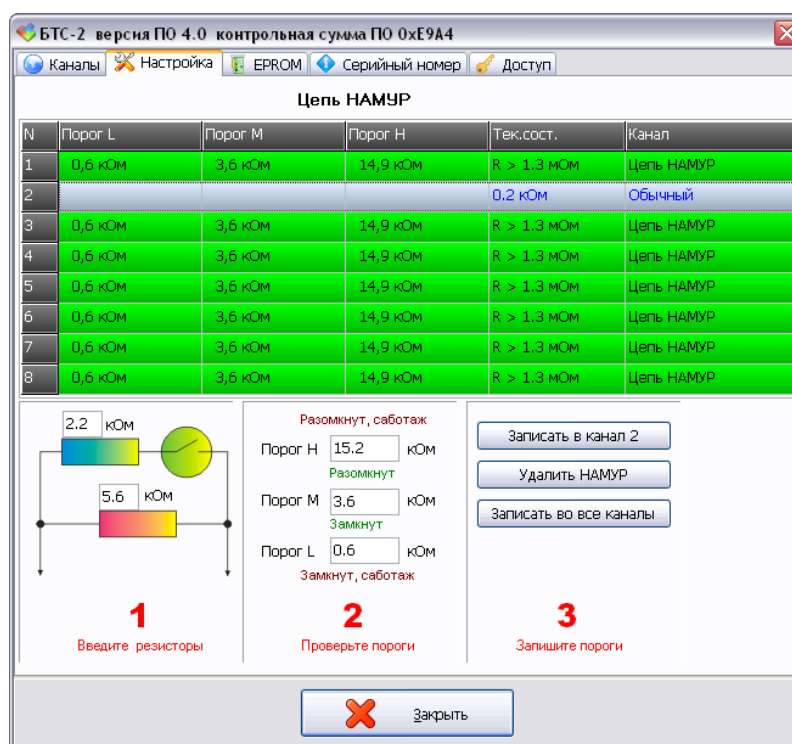

Рисунок 17 - Запись порогов NAMUR
3) Выбрать вкладку «Настройка» (рисунок 17). Установить значение оконечного резистора 2,2 кОм, шунтирующего резистора 5,6 кОм. Убедиться в том, что программа правильно рассчитала значения порогов цепи NAMUR: